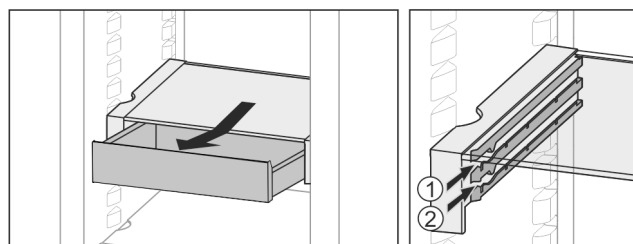

Fig. 18
- ▶ Zasuňte v libovolné výšce Fig. 18 (1) nebo Fig. 18 (2).